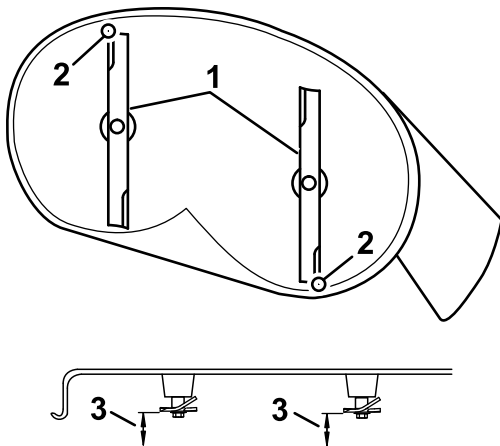
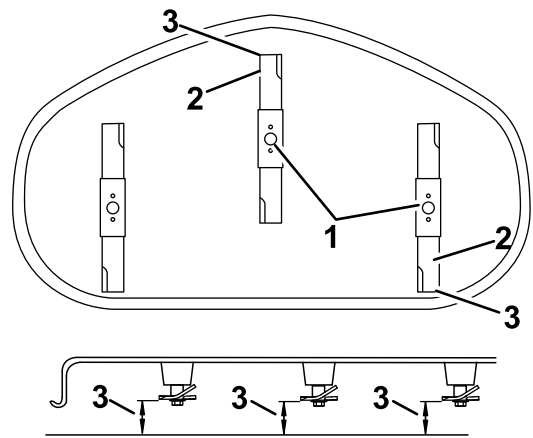

Figura 64
Figura 65
4. Gire cuidadosamente las cuchillas colocándolas en el sentido de avance de la máquina (Figura 64).
5. Mida entre la punta de la cuchilla delantera y la superficie plana y entre la punta de la cuchilla trasera y la superficie plana (Figura 64 o Figura 65).